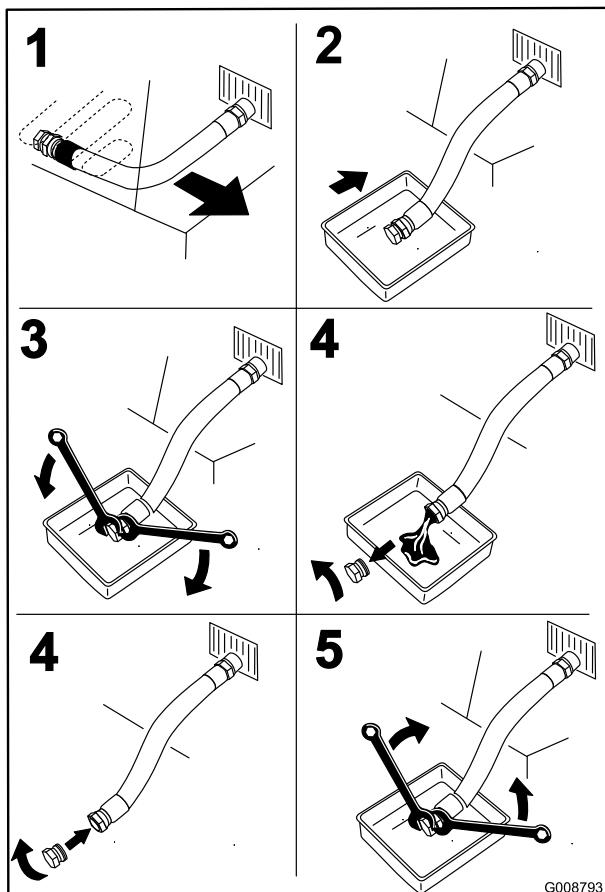

Figura 49
3. Pare el motor, retire la llave y espere a que se detengan todas las piezas en movimiento antes de abandonar el puesto del operador (Figura 49).